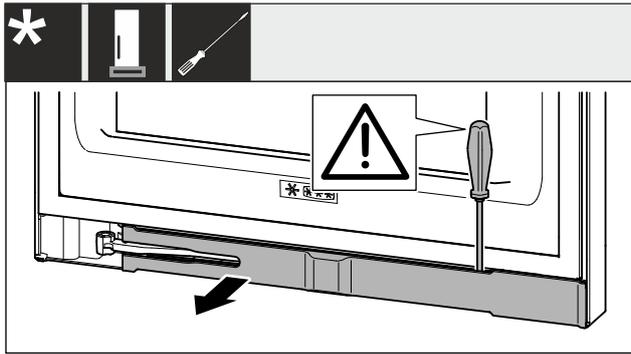

Fig. 4
- ▶ Dégager le cache au moyen d'un tournevis plat et le faire pivoter sur le côté Fig. 4 ().